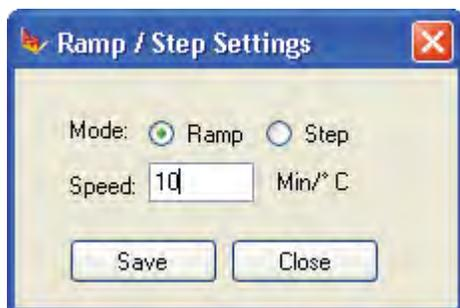

Figure 4.57a : Paramètres pente et échelon des versions de logiciel de contrôleur antérieures à la version 3.10
- Cliquez sur l'icône « Ramp/Step » afin d'ouvrir la boîte de dialogue « Ramp/Step Settings » (réglage du mode) illustrée à la figure 4.57a.